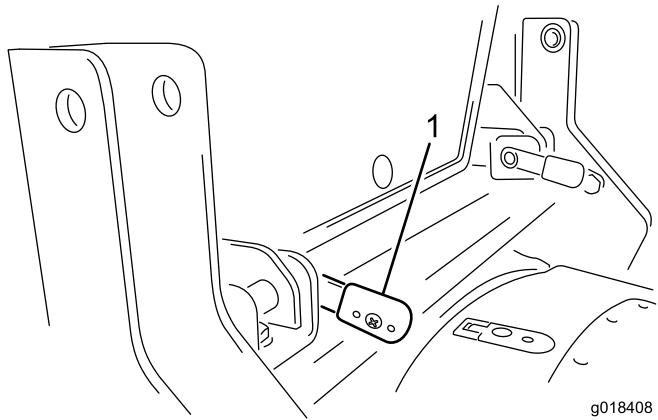

Figure 16
3. Lorsque les leviers sont complètement engagés, tournez-les en arrière pour les verrouiller en position (Figure 16).